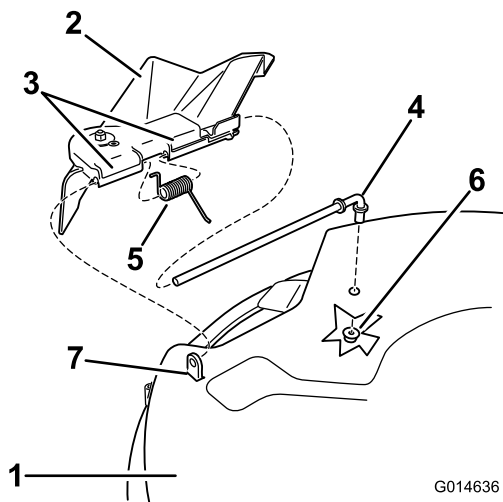

Figura 55
1. Localice los elementos mostrados en la Figura 55.
2. Retire la tuerca (3/8 pulg.) de la varilla (debajo del cortacésped) (Figura 55).
3. Retire la varilla del espaciador corto, del muelle y del deflector de hierba (Figura 55).
5. Vuelva a colocar el deflector de hierba (Figura 55).
7. Coloque el muelle sobre la varilla, con los extremos de los alambres hacia abajo, y entre los soportes del deflector de hierba. Deslice la varilla por el segundo soporte del deflector de hierba (Figura 55).
9. Sujete el extremo trasero de la varilla al cortacésped con una tuerca (3/8 pulgada), según se muestra en Figura 55.